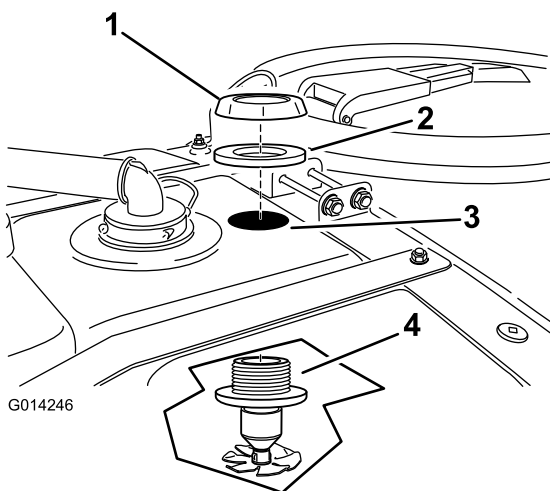

Figura 15
2. Instale un conjunto de boquilla a través del taladro perforado (Figura 15).
3. Instale el pasamuros sobre la rosca expuesta del conjunto de la boquilla de enjuague (Figura 15).